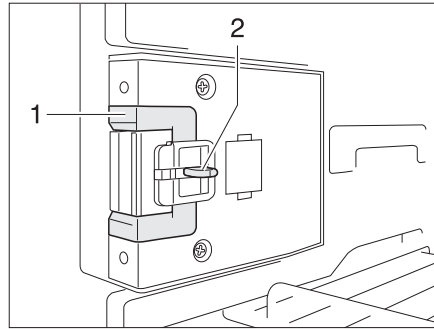
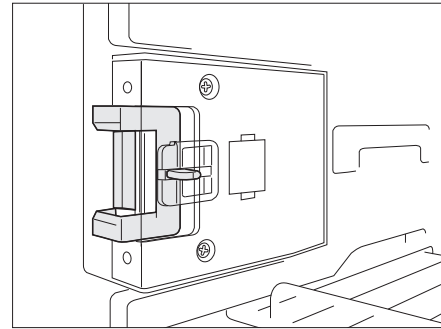

Bild 326 Låsanordning i normalläge
Bild 327 Låsanordning i ventilationsläge
- Tryck in frigöringen (Bild 326,2).
- Skjut låsanordningen (Bild 326,1) framåt (Bild 327).